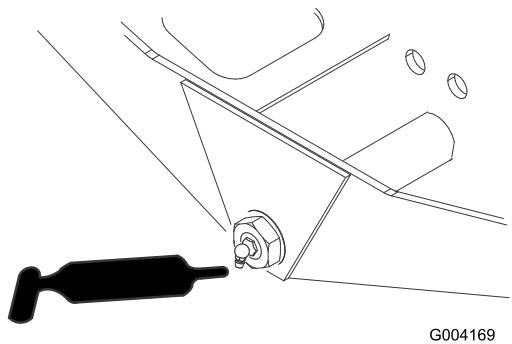

図 55
- ・アクスルのステアリング・ピボット（1ヶ所）（図 55）